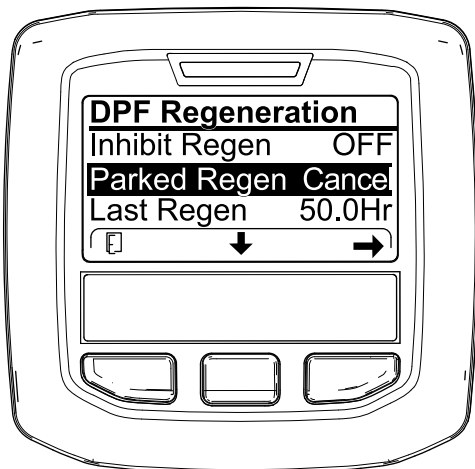
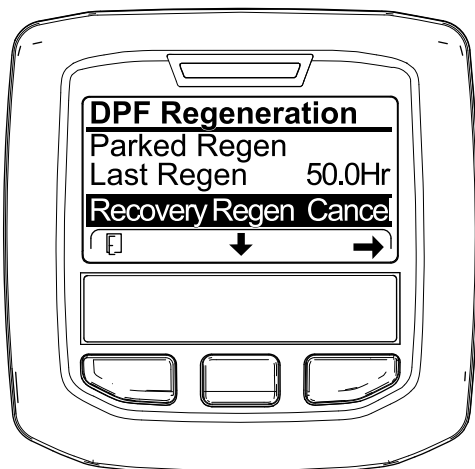

Figure 61
Figure 62
1. Ouvrez le menu DPF Regeneration (régénération du FAP) (Figure 61).
2. Appuyez sur le bouton central pour naviguer jusqu'à l'option PARKED REGEN CANCEL (Figure 61) ou RECOVERY REGEN CANCEL (Figure 62).
3. Appuyez sur le bouton droit pour sélectionner l'option Regen Cancel (annulation de régénération) (Figure 61 ou Figure 62).